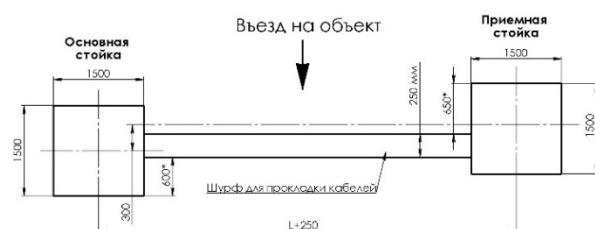

Рис.1
1. Подготовить два котлована размерами $1500 \times 1500 \times$ (глубина промерзания $+200$ мм, но не менее 2700 мм для установки в них с последующей заливкой бетоном основной и приемной стоек. (рис.1). Котлован приемной стойки должен быть смещён вперёд на въезд в территорию на $300\ldots350$ мм. В дорожном покрытии проделать шурфы между основной и приемной стойками 400×400 мм с укладыванием в него двух стальных труб $\varnothing 40$ мм для прокладки кабелей. Также в шурф от основной или приёмной стойки (по плану установки) до КПП проложить кабели управления от шкафа управления до изделия в трубах ПНД, либо стальных $\varnothing 40$ мм, либо в металлическом кабеле.